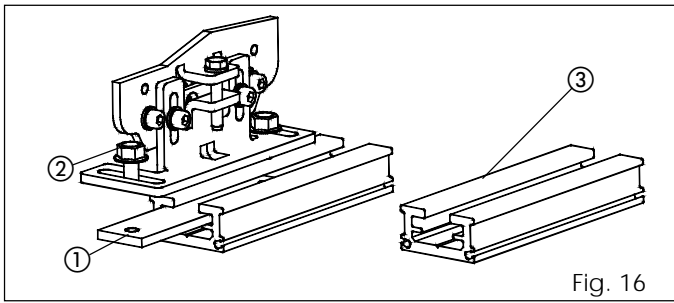

Fig. 16
- Monteer het bevestigingsprofiel van de vleugel (accessoire fig. 16 ref. ③) aan de bovenkant van de vleugel met geschikte schroeven.
- Zet de vleugel vast op de respectieve wagens met behulp van de platen (fig. 16 ref. ①) en de schroeven (fig. 16 ref. ②), die bijgeleverd zijn.